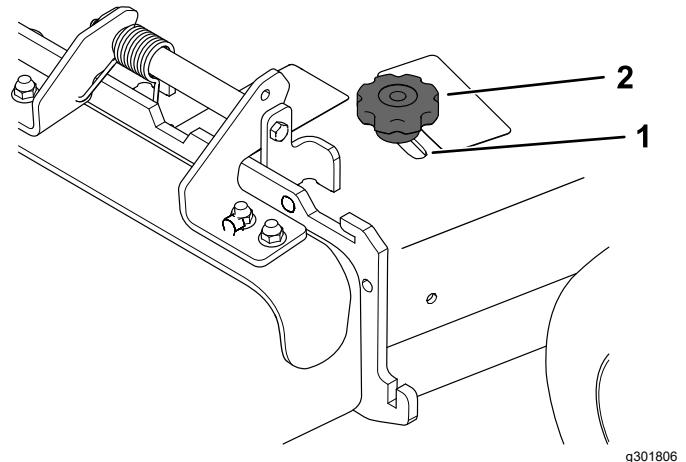

Figure 24
- Pour régler le déflecteur, desserrez le bouton (Figure 24).